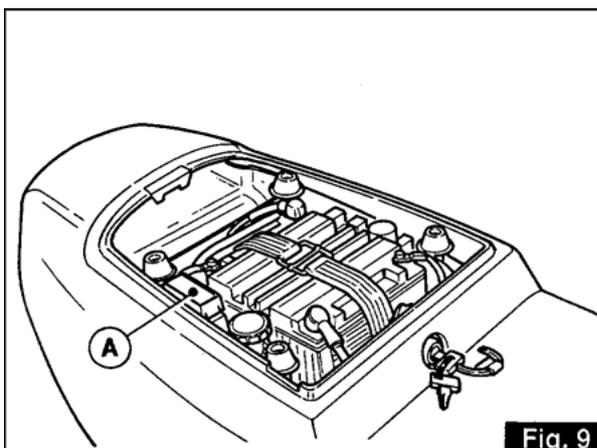

Fig. 9
3.13 BOÎTE À FUSIBLES («A» de la fig. 9)